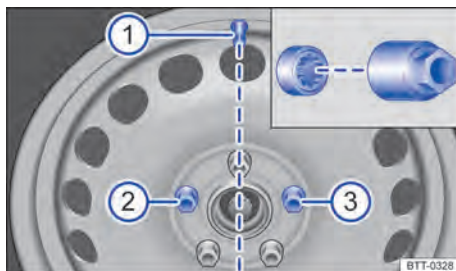

Fig. 165 Troca de roda: válvula do pneu (1) e posições de montagem do parafuso de roda antifurto (2) ou (3).
Antes de colocar a calota integral, o parafuso de roda antifurto deve ser aparafusado na posição ⇒ Fig. 165 ② ou ③. Do contrário, a calota integral não pode ser montada.
A calota integral da roda deve ser pressionada sobre o aro de tal modo que o recorte da válvula se posicione sobre a válvula do pneu ⇒ Fig. 165 ①. Ao colocar a calota integral, atentar para que se encaixe com segurança em toda a circunferência.
O parafuso de roda antifurto deve estar aparafusado em uma roda com calota integral na posição ⇒ Fig. 165 ② ou ③ em relação à posição da válvula do pneu ①. Do contrário, a calota integral não pode ser montada.
- Aparafusar o parafuso de roda antifurto com o adaptador na posição ⇒ Fig. 165 ② ou ③ no sentido horário e apertar levemente.